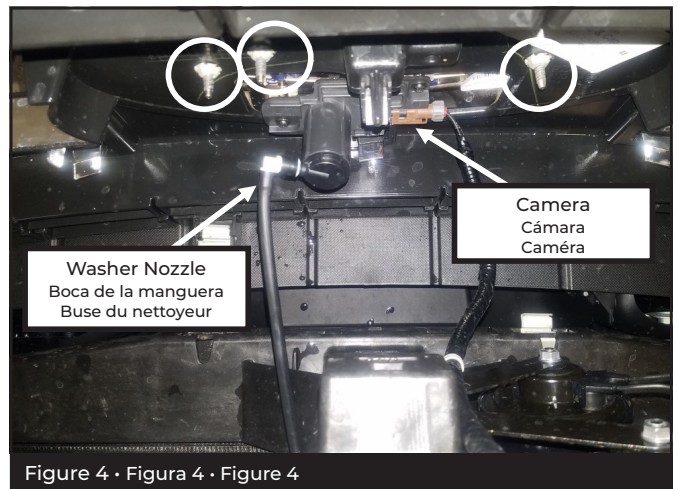

Figure 4 • Figura 4 • Figure 4
4 Disconnect camera harness and washer nozzle, if equipped. Remove grille and place on flat surface. Be careful not to damage the front of the grille. Remove (3) 10mm nuts to release emblem. (Figure 4)
Fr Débranchez le harnais de la caméra et de la buse du nettoyeur, le cas échéant. Enlevez la grille et mettez-la sur une surface plane. Faites attention à ne pas endommager l'avant de la grille. Enlevez les (3) écrous de 10mm pour relâcher l'emblème. (Figure 4)
4 Install threaded rods and tighten by hand. **BE CAREFUL NOT TO OVERTIGHTEN.** (Fig 4)
Fr Installez les tiges filetées et serrez à la main. **FAITES ATTENTION À NE PAS TROP SERRER.** (Figure 4)